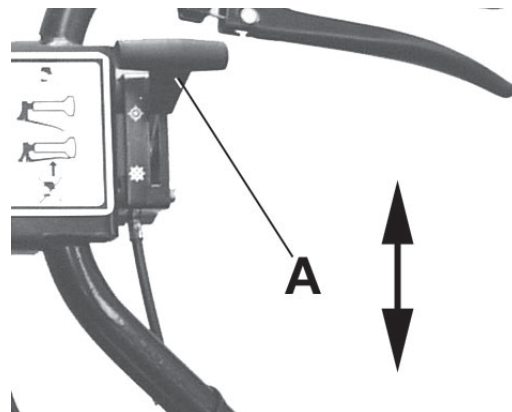

Fig. 6.4
6.4 CYLINDER CLUTCH LEVER (A Fig. 6.4)